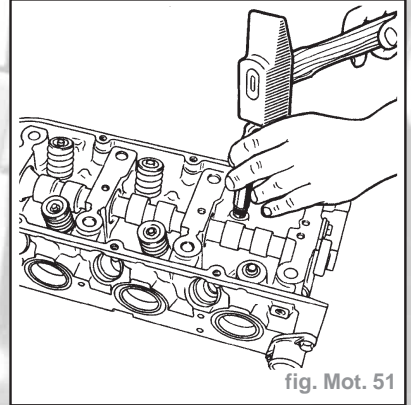

fig. Mot. 51
- Reposer les joints d'étanchéité à l'aide d'une clé à tube **Nervus** de 11 (fig. Mot. 51).